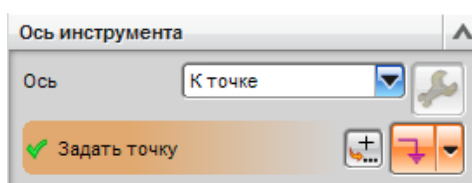

Рис. 2.69. Включение опции управления осью инструмента «К точке»
- выберите опцию оси инструмента **К точке** (см. рис. 2.69);